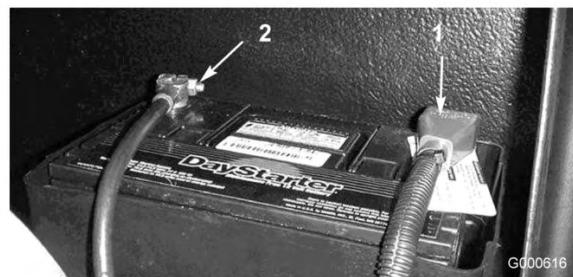

Figura 42
5. Instale o cabo positivo (vermelho) no terminal positivo (+) e o cabo negativo (negro) no terminal negativo (-) da bateria (Figura 42). Prenda os cabos nos pólos com parafusos e porcas. Certifique-se de que o terminal positivo (+) se encontra correctamente colocado no polo e de que o cabo se encontra correctamente encaixado na bateria. O cabo não deverá estar em contacto com a cobertura da bateria. Coloque a protecção de borracha sobre o terminal positivo para evitar um curto-circuito.